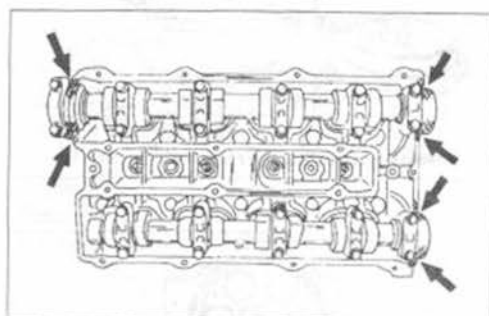

Рис. 68.
- Показанные на рис. 68 места смазать герметиком и установить крышку головки блока цилиндров. Болты затянуть на 4-6 Нм.